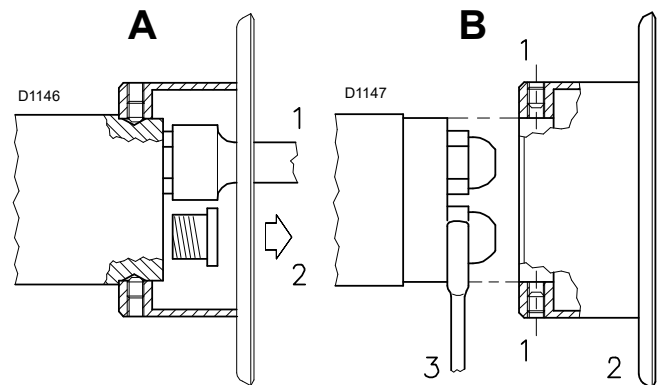

Fig. 16
- Monter les deux gicleurs avec la clé à tube 1)(A-Fig. 16) (de 16 mm), après avoir enlevé les bouchons en plastique 2)(A-Fig. 16), en passant par l'ouverture centrale du disque de stabilité de flamme ou bien desserrer les vis 1)(B-Fig. 16), enlever le disque 2)(B-Fig. 16) et remplacer les gicleurs avec la clé 3)(B-Fig. 16).